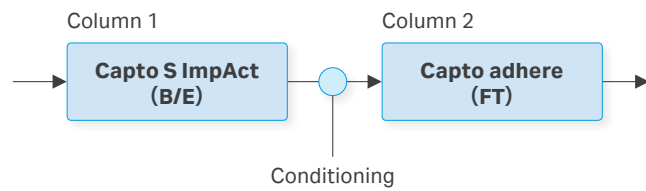
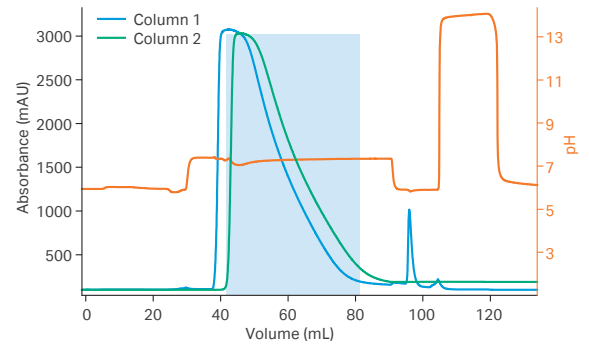

図3. ÄKTA pure*1を使用したSTPにおけるポリッシングステップの流れ
図4. ÄKTA pure*1を使用したポリッシング時のクロマトグラム
ポリッシングステップでは、ÄKTA pure^{*1}を使用したSTPを採用し、Capto S ImpActを用いたbind-elute mode (B/E) とCapto adhereを用いたflow-through mode (FT) を続けて行いました(図3)。結果を図4に示します。Capto S ImpActから溶出されたサンプルがすぐに次のカラムに流れるため、精製時間が短縮できたことがわかります。